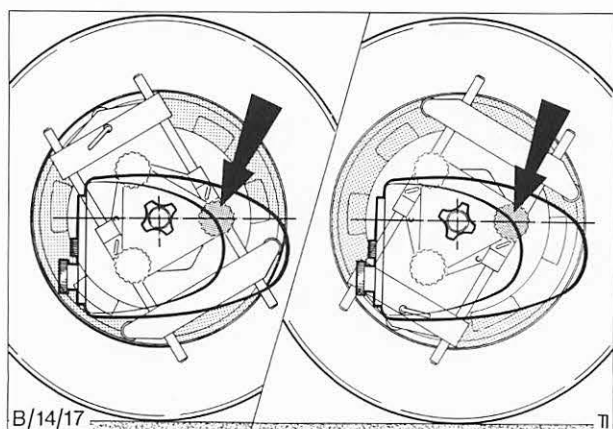

Abb. 55 Links und rechts sind mögliche Stellungen für die Ausgleichsschraube. Stets die Schraube benutzen, die am nächsten zur waagerechten Ebene liegt
- b) Ausgleichsschraube wählen, die am nächsten zur waagerechten Ebene liegt. Abb. 55.